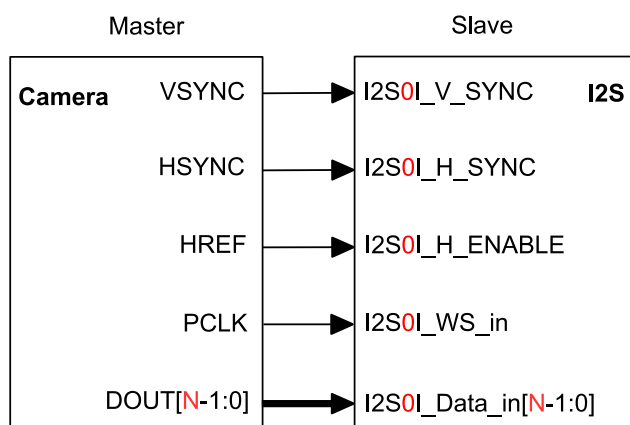

图 26.11-1. Camera 从机接收模式
ESP32-S2 I2S 可以配置成 Camera 从机接收模式，以此实现与外部 camera 模块的高速数据传输。在此模式下，I2S 模块工作在从机接收模式下，除了 16 路数据信号总线 I2S_{OI}_Data_in[15:0] 外，还有 I2S_{OI}_H_SYNC、I2S_{OI}_V_SYNC 和 I2S_{OI}_H_ENABLE 信号，具体管脚连接如图 26.11-1 所示。
2. 根据表 26.2-1 和图 26.11-1 的描述，配置信号管脚。